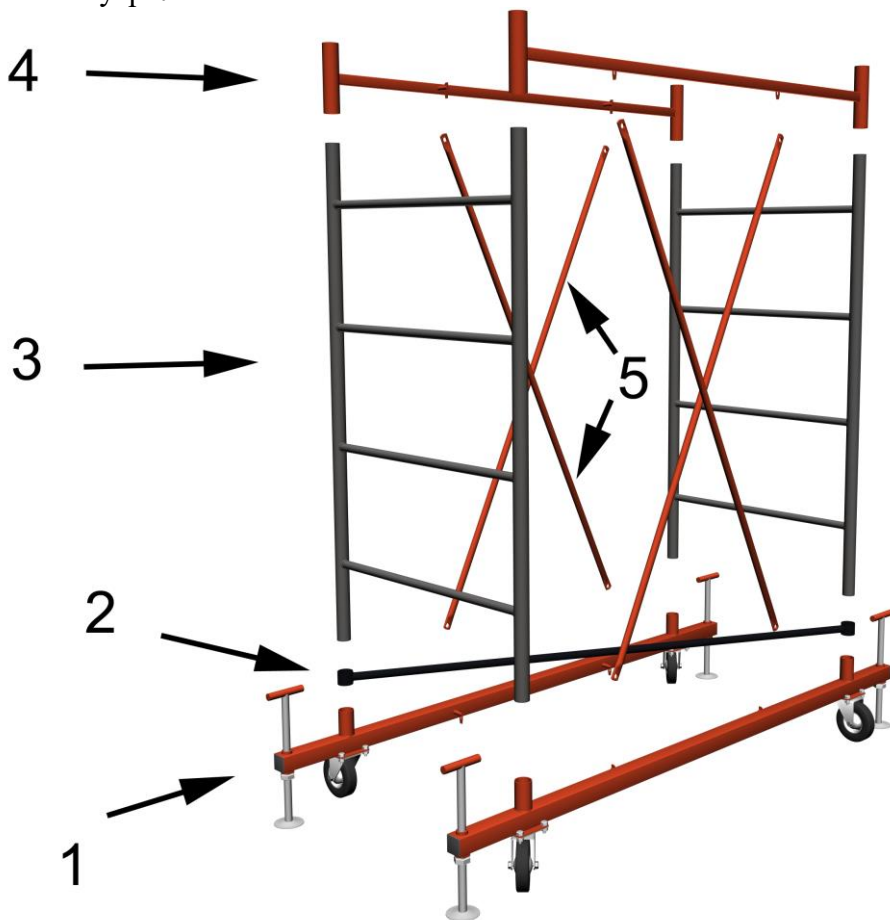

рис.1
- 4.2. Установить базы (1) параллельно друг другу (рис.1).